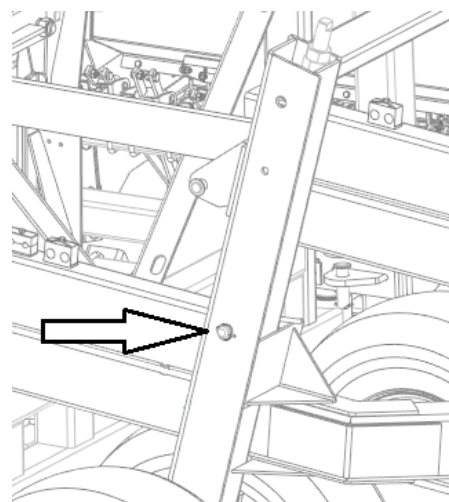

Рисунок 24. Стопорные пальцы в трансп. положении
Установите палец в транспортировочный замок тяговой штанги, как показано на рис. 24. Это должно быть выполнено всегда при транспортировке сеялки в сложенном положении.
11. Особую осторожность необходимо соблюдать при транспортировке с семенами в ящиках (рис. 24).